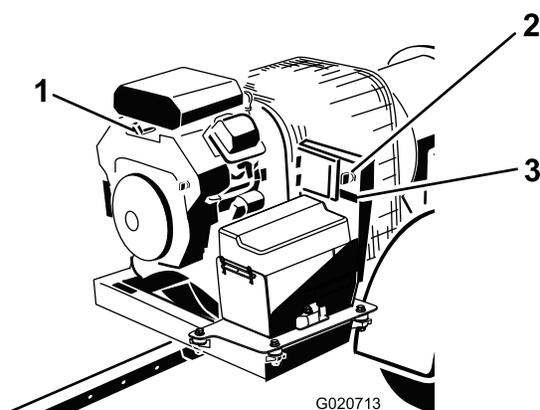

Рисунок 11
3. Поверните ключ зажигания по часовой стрелке в положение «ПУСК» и быстро отпустите в положение «ВКЛ.» (Рисунок 11). При этом включится приемное устройство.
- Если вы покидаете машину, поверните ключ в положение **ВЫКЛ.** и выньте его из замка зажигания двигателя (Рисунок 11).